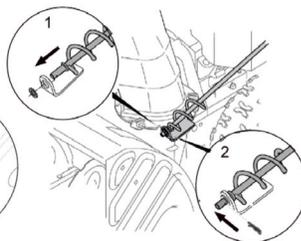

Рис. 7
3. Совместите витки спирали привода поворота желоба с прорезями фланца желоба (Рис. 7).